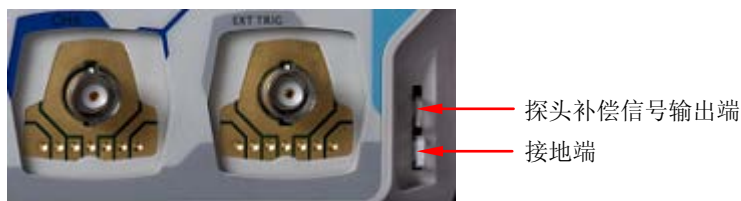

图 1-9 使用补偿信号
2. 将探头接地鳄鱼夹连接至图 1-9 所示的“接地端”。
3. 使用探头连接示波器的 CH1 输入端与图 1-9 所示的“探头补偿信号输出端”。